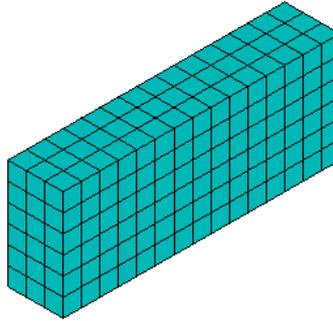

图5.16 矩形梁单元图
- (1) 单击工具栏上的 **RESUM_DB** 按钮，恢复 5.2.1 节中保存的模型数据库。
- (2) 单击 Main Menu>Preprocessor>Meshing>Mesh>Volumes>Free 菜单，选择图形视窗中的体，单击【OK】按钮，可得到如图 5.16 所示的网格。